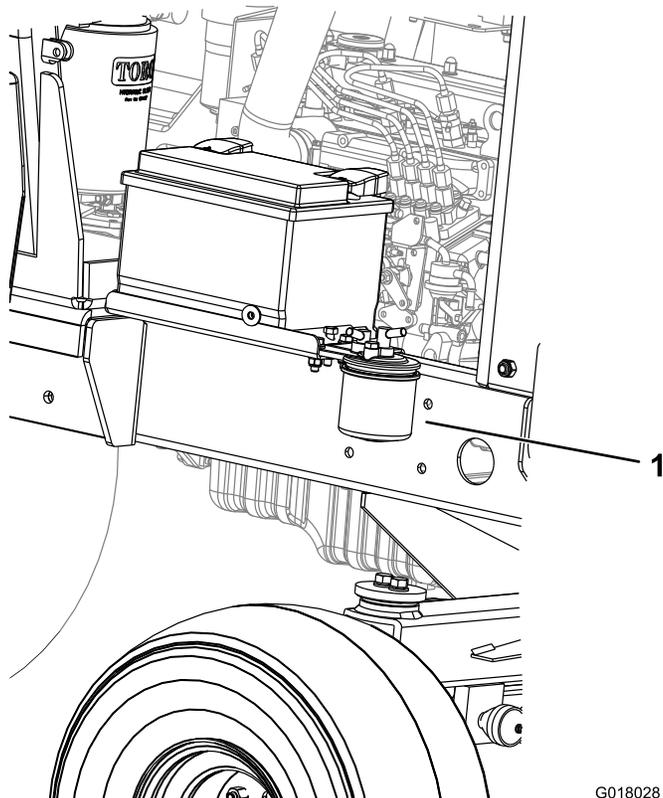

Figura 54
1. Mettete un contenitore pulito sotto la scatola del filtro del carburante (Figura 54).